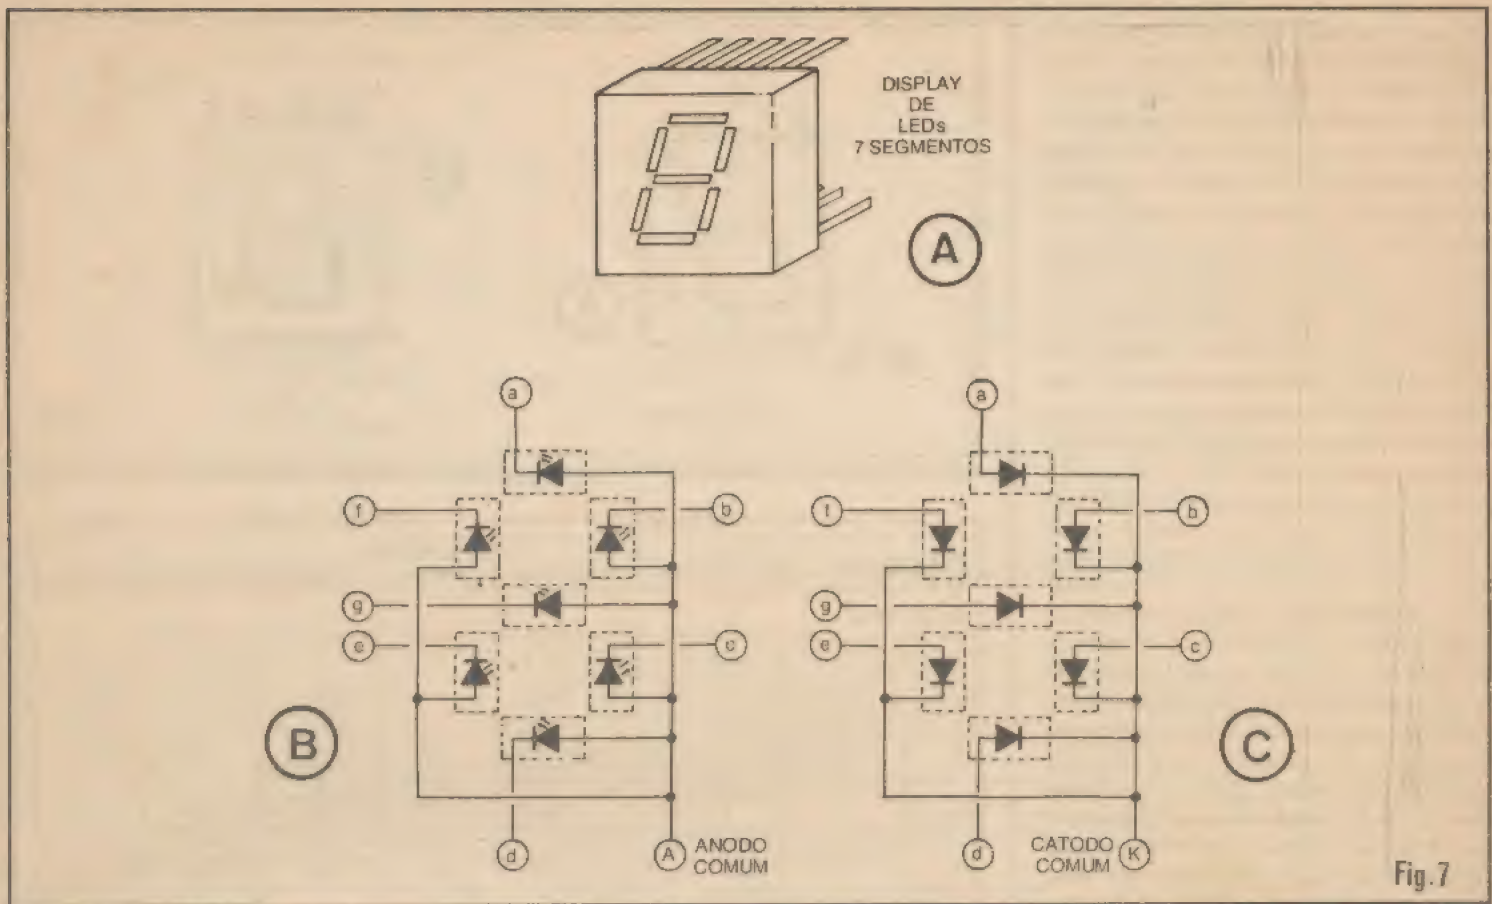

Fig. 7
- FIG. 7 - A REALIZAÇÃO INDUSTRIAL DOS DISPLAYS NUMÉRICOS A LEDs, COM 7 SEGMENTOS... - A construção de *displays* do tipo mostrado, usando LEDs comuns, *discretos*, embora possível, não é industrialmente prática, nem